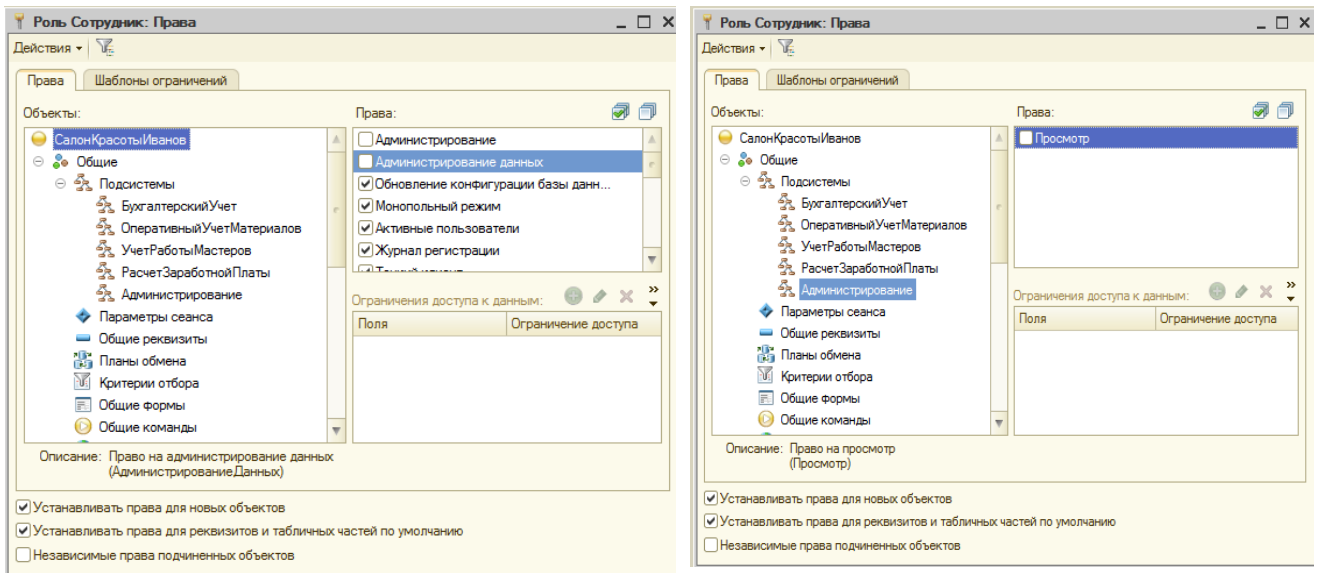

Рисунок 2.11- Настройка прав роли «Сотрудник»
2.2 Вторая роль, которая нас сейчас интересует, отличается от только что созданной названием – назовем ее **Сотрудник**, сотруднику настраиваем права так же, как и администратору, однако отключаем права по администрированию и подсистему **Администрирование** у корневого объекта конфигурации (рисунок 2.11).